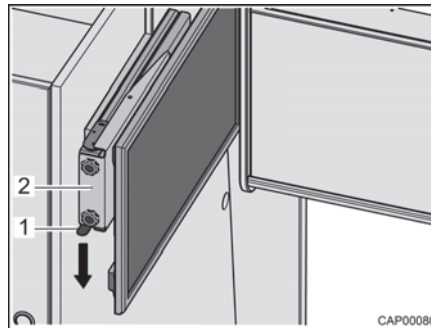

Bild 81 Auszug mit Flachbildschirm
- Rastfeder (Bild 81,1) nach unten drücken und Auszug (Bild 81,2) mit Flachbildschirm waagrecht in Richtung Fahrzeugmitte herausziehen.
- Auszug (Bild 81,2) mit Flachbildschirm waagrecht bis zum Anschlag hinschieben. Die Rastfeder (Bild 81,1) rastet hörbar ein.